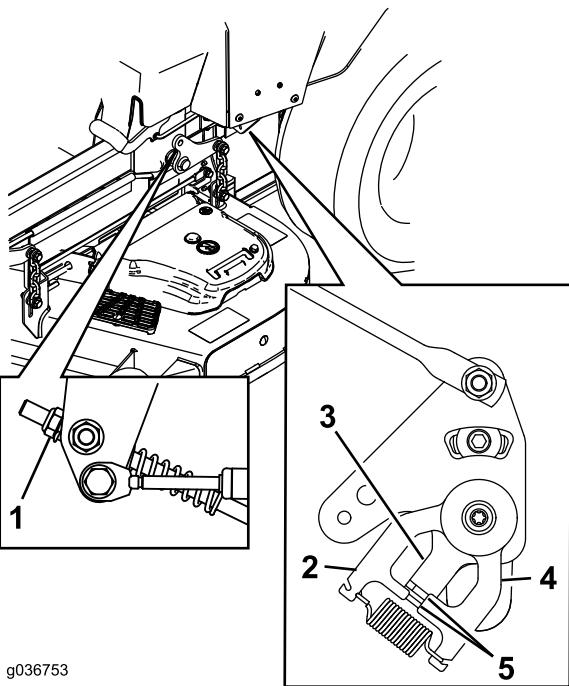

Bild 70
9. Stellen Sie die Länge der Pumpenschaltstange ein, indem Sie die Mutter in die entsprechende Richtung drehen, bis sich die Räder leicht zurückdrehen (siehe **Bild 70**).